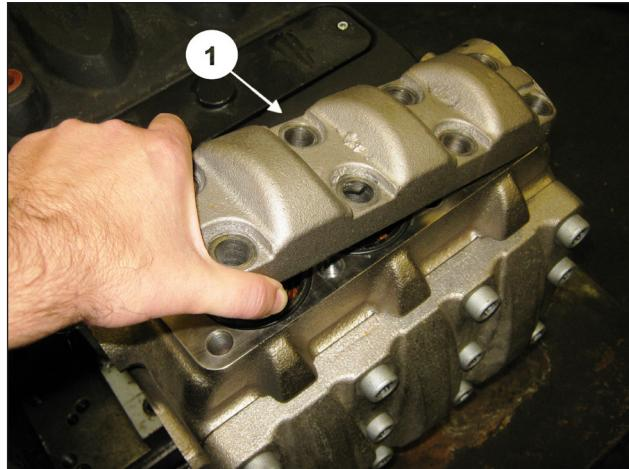

Abb. 147
Bringen Sie nach Montage der Druckventilgruppen den Druckventildeckel an (Pos. ①, Abb. 147) und drehen Sie die 8 Schrauben M16x45 fest (Pos. ①, Abb. 148), wie in Kapitel 3 EICHWERTE FÜR DEN SCHRAUBENANZUG gezeigt.